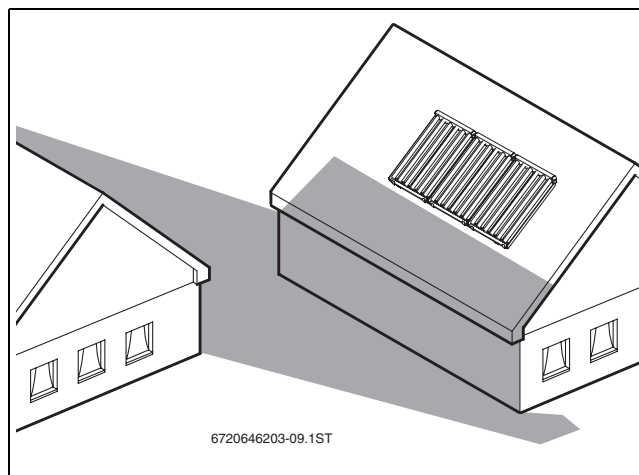

Fig. 15 Evitar sombras
- Evitar las sombras de edificios colindantes, árboles, etc. (→ fig. 15) en el campo del colector.